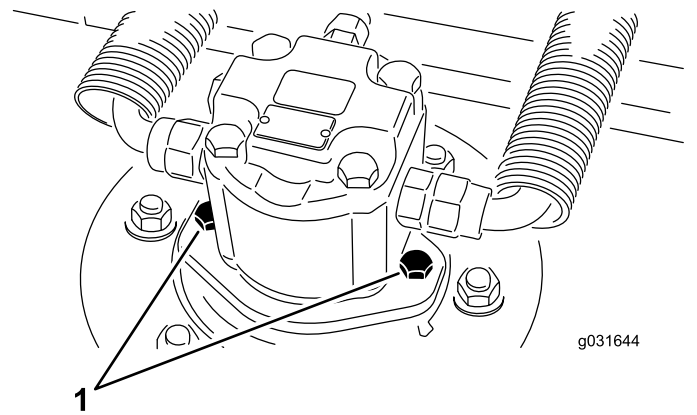

Figura 68
2. Retire los tornillos de montaje del motor y desconecte y retire el motor hidráulico la carcasa (Figura 68).
4. Con los tornillos de montaje del motor hidráulico, instale el motor hidráulico en la carcasa (Figura 68).